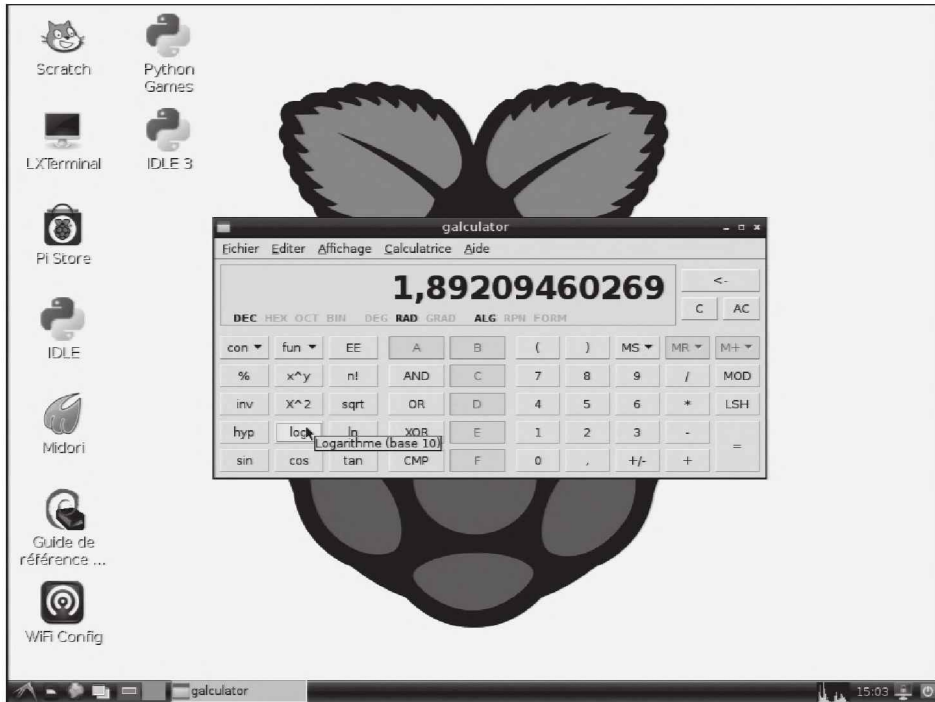

Figure 2.8 – La calculatrice n’a rien à envier à celle de Windows.
- **Calculatrice** est, comme son nom l'indique (ou presque !), une calculatrice. Remarquez que c'est un modèle évolué car, pour peu que vous ouvriez ses différents menus vous découvrirez qu'elle supporte la notation polonaise inversée (comme les anciennes calculatrices programmables Helwett-Packard), l'entrée de formules, de nombreuses bases de numération dont le binaire et l'hexadécimal et que, si par défaut elle est en mode basique, elle constitue aussi une belle calculatrice scientifique comme indiqué figure 2.8.